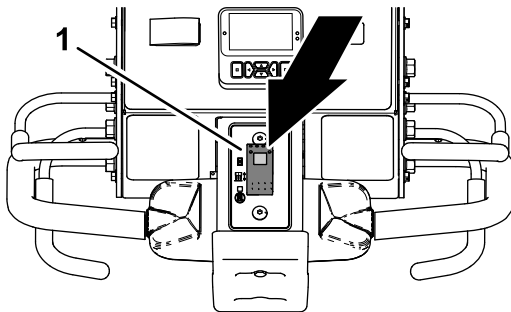

Figura 82
1. Pulse la parte superior del interruptor de control de descenso (Figura 82) hasta la posición de DESCENSO RETARDADO.